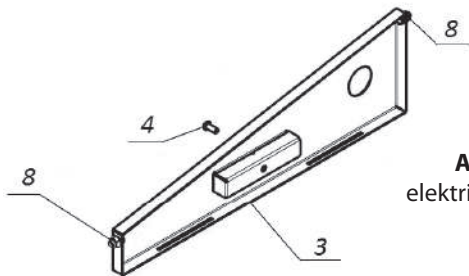

Abb. 10 Seitenwand des Gehäuses des elektrischen Heizgeräts mit der Steinbekleidung (Aussicht von innen)
2.1.3.3 Oberdeckel (Pos. 2, Abb. 9) soll abgenommen werden. Dafür sollen 4 selbstschneidende Schrauben an den Eckstirnflächen des Deckels abgeschraubt werden. Es ist den Stopfen (Pos. 5, Abb. 9) und dekorative Mutter (Pos. 6, Abb. 9) zurückzuklappen, danach soll der Dampfentnahmestutzen (Pos. 7, Abb. 9) ausgeschraubt werden. Aus den Seitengriffen sollen die Schrauben (Pos. 4, Abb. 9, Abb. 10) ausgeschraubt werden. Im Innenraum der Eckstücke des Gehäuses des elektrischen Heizgerätes sollen die Befestigungsmutter (Pos. 8, Abb. 9, Abb. 10) an den Vorderwänden (Pos. 9, Abb. 9) und den Seitenwänden (Pos. 3, Abb. 9, Abb. 10) gelockert werden. Vorder- und Seitenwand nach oben zu ziehen und abzunehmen.
2.1.3.5 Es werden Seitenwand (Pos. 3, Abb. 9, Abb. 10) und Vorderwand (Pos. 9, Abb. 9) eingestellt, dabei werden ausragende Teile der Metalleinlagen (Pos. 10, Abb. 9) mit den Einschnitten in den unteren Kanten der Wände zusammengefügt. Die Befestigungsmutter (Pos. 8, Abb. 9, Abb. 10) festzuziehen. Die Schrauben (Pos. 4, Abb. 9, Abb. 10) in die Griffe der Seitenwände einzuschrauben.